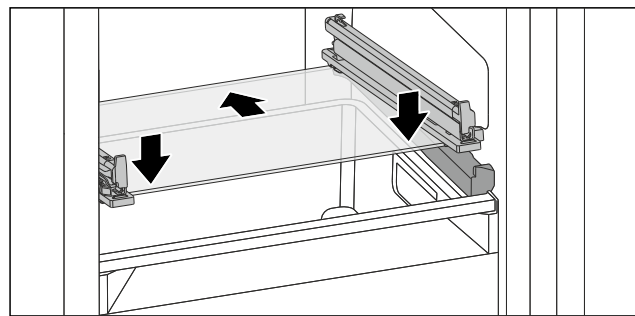

Fig. 105 Glasplatte des abklippbaren Schubfachs
- ▶ Glasplatte schräg hinter den Stopperrn aufsetzen. (siehe Fig. 105)